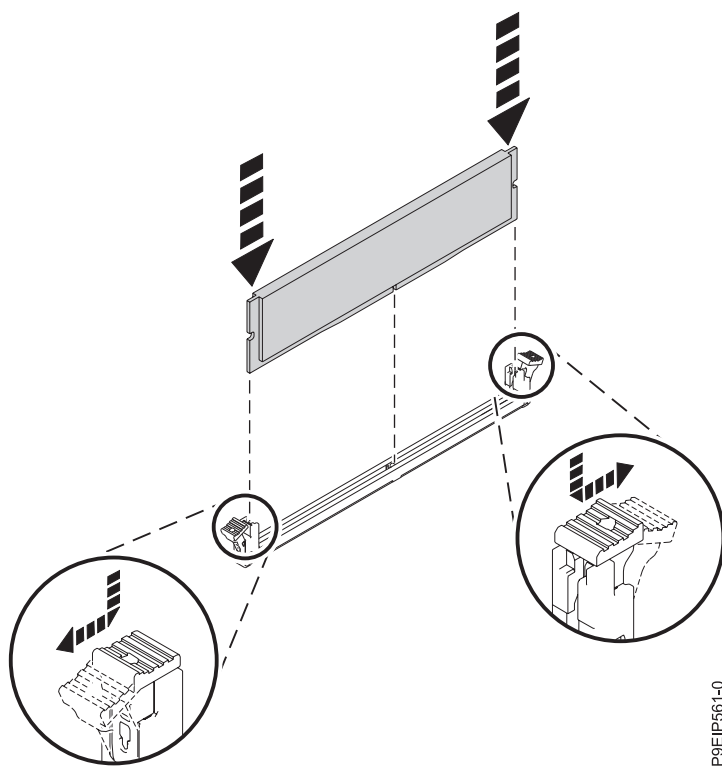

Figura 23. Inserindo a memória DIMM
- b. Pressione firmemente em cada lado da memória DIMM, conforme mostrado na Figura 23 na página 26, até a guia de bloqueio travar no lugar com um clique audível.